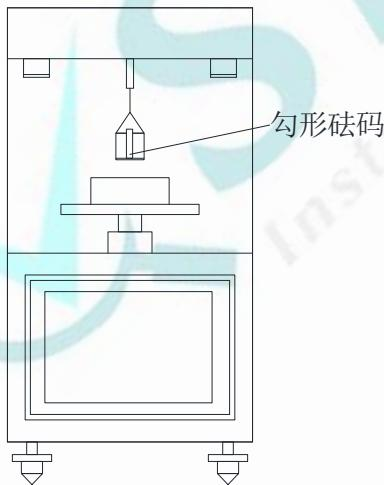

图 4
1.2 点击“清零”按钮，按照图 4，将配套的 1.0g 勾形砝码挂到铂环上。砝码重量应显示 $1.000\text{g} \pm 0.010\text{g}$ ，如果砝码重量不对，请按“砝码标定”按钮进行重新标定。